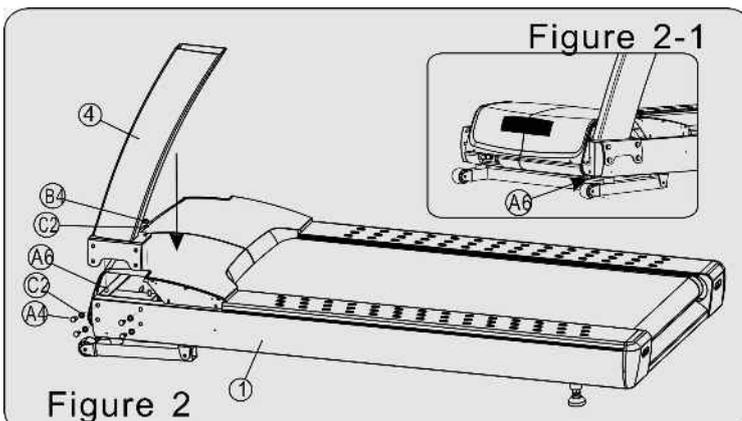

Figure 2
A. Installez le tube vertical gauche (4) sur le châssis de base (1) à l'aide de quatre jeux de boulons M10X25 (A4), de rondelles plates $\phi 10$ (C2) par côté. (Attention : aligner le trou de vis avec la surface supérieure). Assurez-vous que les boulons connectent le tube vertical gauche et le châssis de base. (Voir Fig. 2).